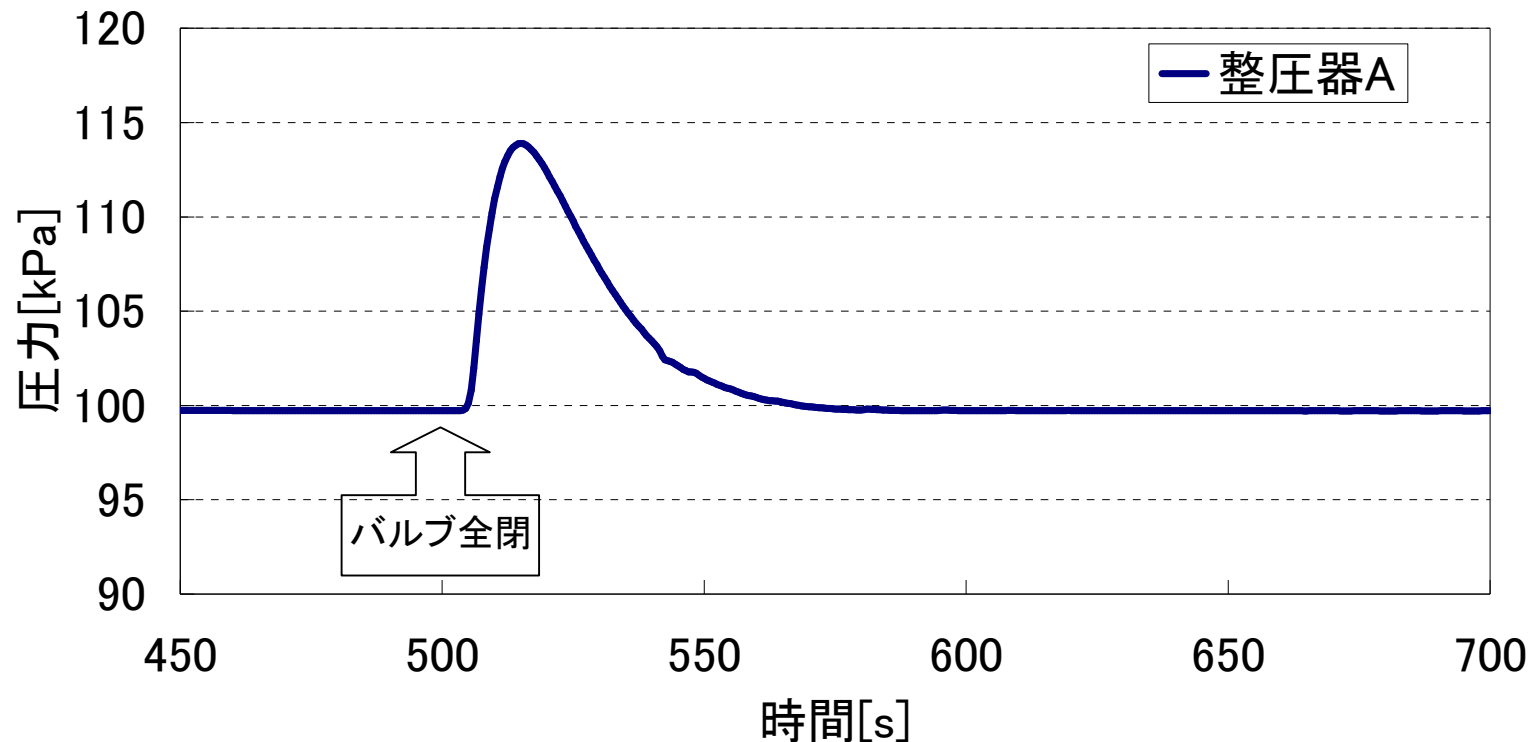

図4 整圧器下流側圧力変化 (u-FLOW/GLによるケース1)
- **ケース1** (V1、V2を500秒時点で同時に遮断した場合)の整圧器Aの下流側圧力変化を図4に示す